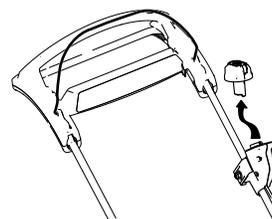

Figura 21
- Rimuovete il pulsante di avviamento elettrico (Figura 21).